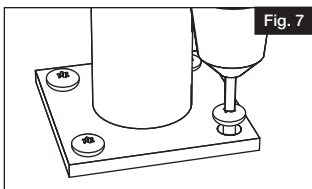

Fig. 7
- Serrer les vis à béton du poteau structural une fois que le poteau structural est de niveau (Fig. 7). Si la cale a été utilisée, couper la partie excédentaire.